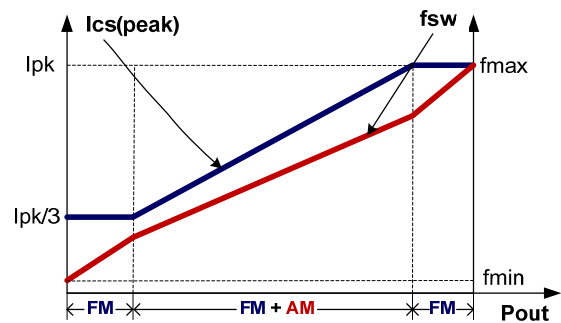

图 4
如图 4 所示, 为了满足严苛的平均效率和待机功耗要求, CY320X 采用了调幅控制 (AM) 和调频控制 (FM) 结合的多模式控制技术。